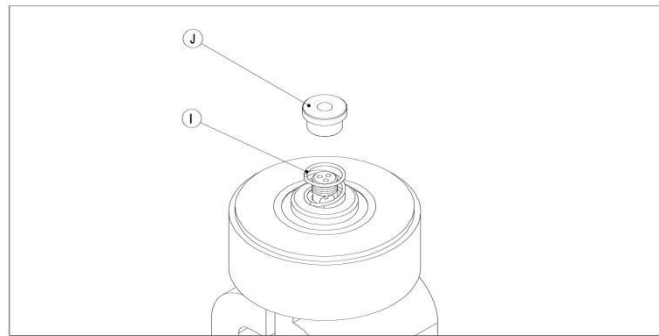

图 18
6) 立即将锁紧螺母 ( J ) 拧到排液阀芯 ( G ) 上 , 再用钳子紧固一下。( 见图 18 )